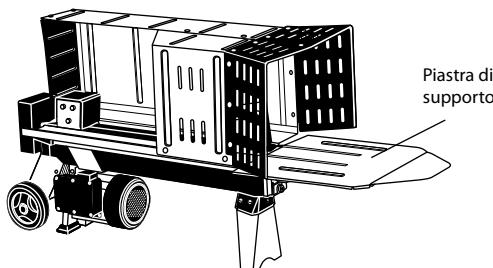

Fig 3
5. Posizionare la piastra di base davanti alla macchina (Fig.3).